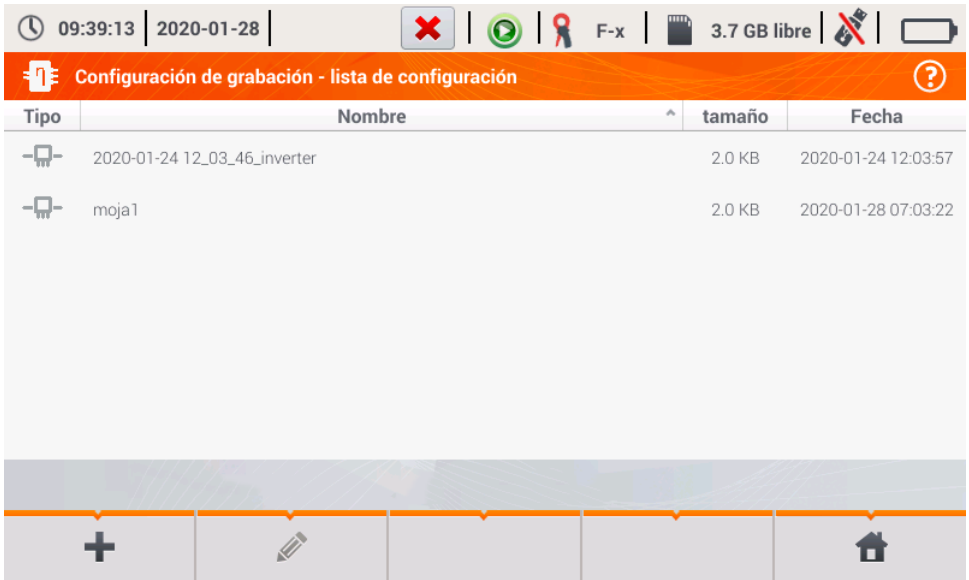
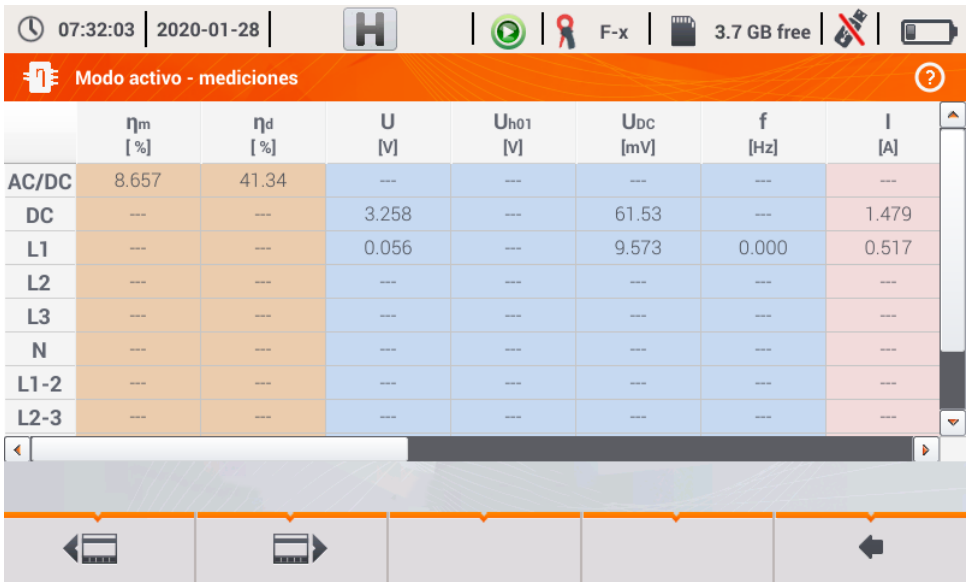

Fig. 3.11. Menú de configuraciones guardadas
Fig. 3.12. Lecturas actuales en vista tabular en el modo de medición de la eficiencia del inversor
-  ir a la lista de configuraciones guardadas del inversor y crear una nueva configuración. Las configuraciones se presentan como las configuraciones de medición, se les asigna el icono . El doble clic en la configuración seleccionada hace que se abra automáticamente y se pasa a la pantalla de ajuste de la eficiencia del inversor (**Fig. 3.11**). Botón de la barra de menú  sirve para añadir nuevas configuraciones de la eficiencia del inversor (se abre la ventana como se muestra en la **Fig. 3.12** con los ajustes predeterminados). El icono  sirve para editar la configuración seleccionada.